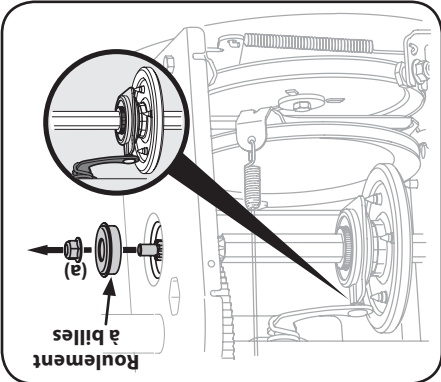

Figure 4-21
5. Retirez doucement l'écrou à six pans et la rondelle qui maintiennent l'arbre hexagonal sur le châssis de la soufflreuse et frappez doucement sur l'extrémité de l'arbre pour dégager le roulement à billes du côté droit du châssis. Voir la Figure 4-21.
NOTE: Vérifiez que la goupille du levier de vitesses est bien installée dans le boîtier du roulement. Voir l'encadré dans la Figure 4-21.